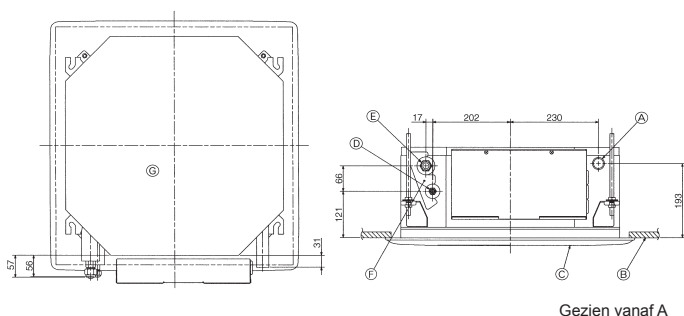

Fig. 3-1
3.1. Locaties van koelleidingen en draineerbuizen van het binnenapparaat (Fig. 3-1)